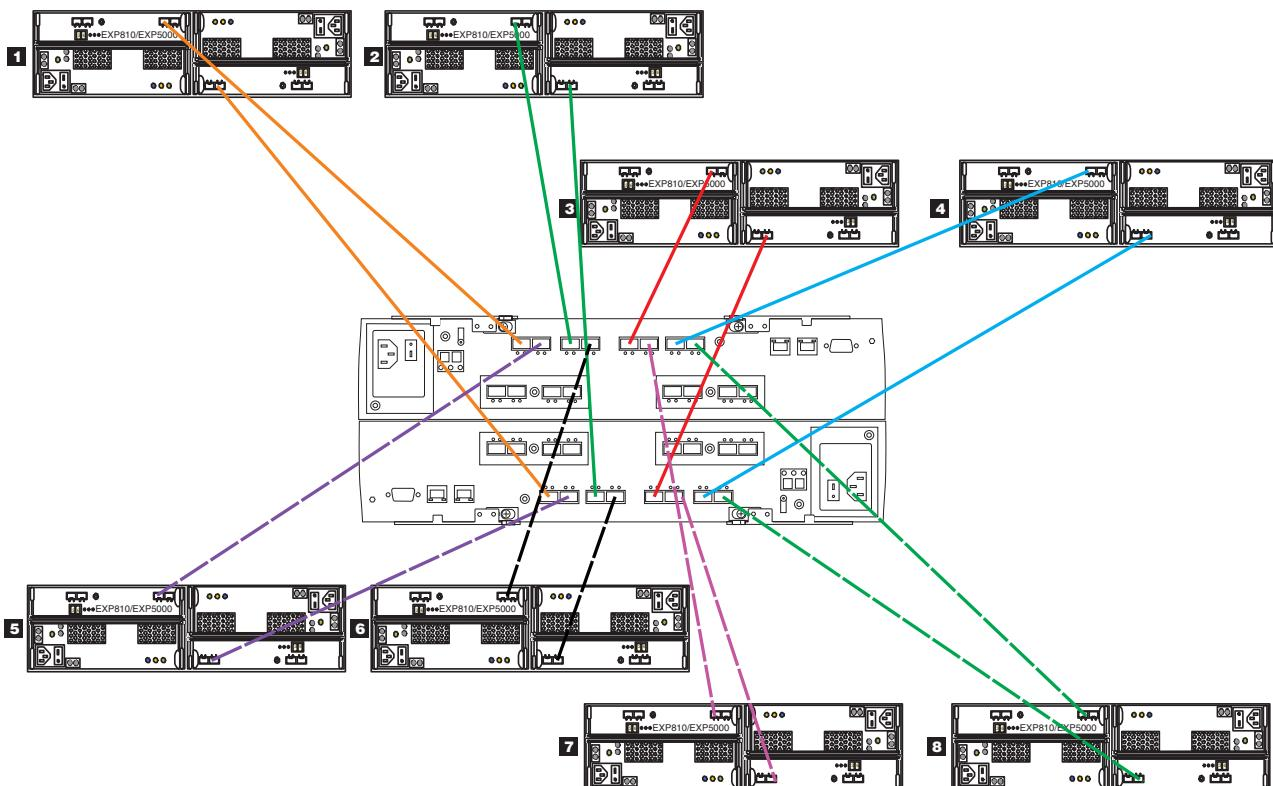

图 10. 连接存储机柜时使用全部的驱动器通道端口
- 将存储机柜连接到驱动器迷你集线器时，请勿使用 DS4400 或 DS4500 存储子系统中每个驱动器迷你集线器的所有端口。请将光纤通道电缆仅连接至驱动器迷你集线器的一个端口中，并将其他端口留空。但是，将存储机柜连接到驱动器通道端口（如 DS4200、DS4700、DS4800、DS5020、DS5100 和 DS5300 存储子系统）时，请使用每个驱动器通道上的所有端口。图 10 显示了如何将八个存储机柜连接到 DS5000 存储子系统。连接八个机柜，用完 DS5000 存储子系统中的所有驱动器通道端口，而不是将这些存储机柜堆叠连接到部分驱动器通道端口上。